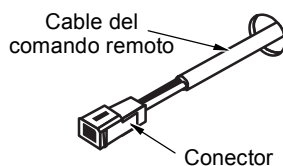

Fig. 2
3. Inserte el cable del comando remoto en su agujero asegurándose que los terminales con conector estén lo más cerca posible del comando remoto (Fig.2).
3. Conecte este conector al cable de conexión “EZ” en el extremo marcado como “To EZ Connect” (Fig.2). El otro extremo del cable de conexión “EZ” marcado como “To PCB” debe conectarse al conector libre de la parte superior del circuito electrónico de la unidad esclava (Fig.2 e Fig.3).
5. Sustituir el colector de alimentación del gas realizando los pasos siguientes (Fig.2):
- soltar los conectores del electrodo (E) y de los dos sensores de llama (F);
- soltar los tornillos de fijación (Y) del colector del gas;
6. Conectar un manómetro en la toma de presión (P) del colector de gas.